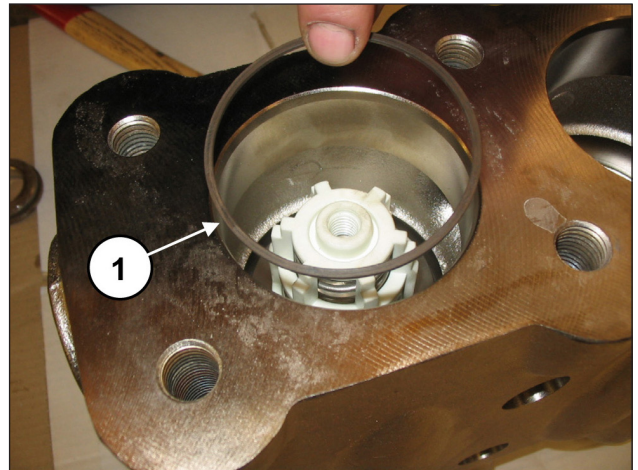

Abb. 120
Setzen Sie den Stützring ein, Pos. 18 Explosionszeichnung (Pos. ①, Abb. 120).